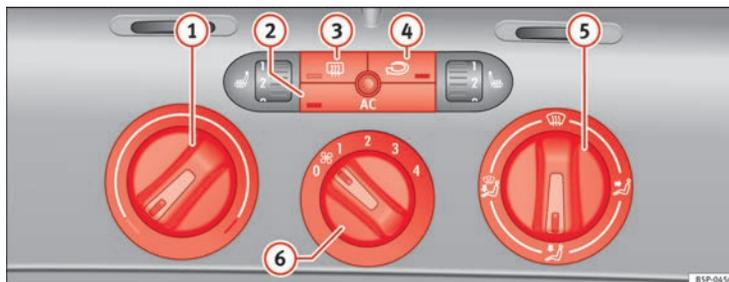

Fig. 129 Mandos del Climatic en el tablero de instrumentos
- Gire el regulador de la temperatura ⇒ fig. 129 ① hacia la derecha hasta alcanzar el grado de calefacción deseado.